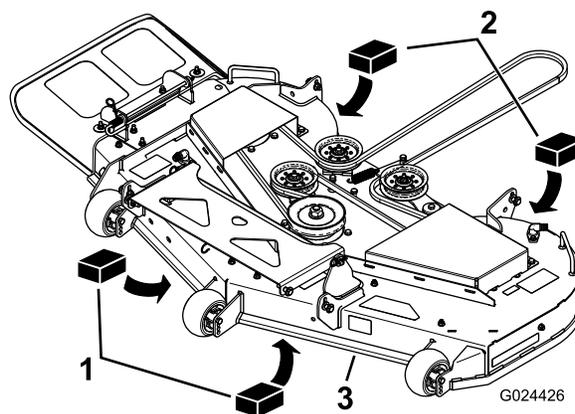

Figura 69
3. Coloque dos bloques de 6,6 cm de grosor debajo de cada lado del borde delantero de la carcasa, pero no debajo de los soportes de los rodillos protectores del césped (Figura 69).
4. Coloque dos bloques de 7,3 cm de grosor debajo del borde trasero del faldón de la carcasa de corte, uno en cada lado de la carcasa de corte (Figura 69).